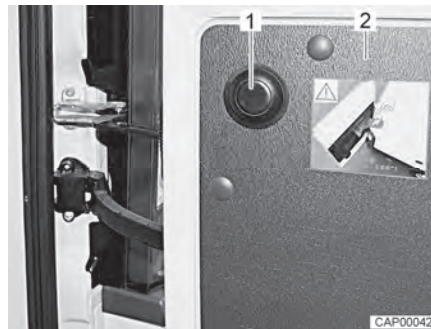

Fig. 17 Pulsador para desbloquear el límite
- Abrir la puerta trasera (Fig. 17,2) hasta el tope.
- Pulsar el pulsador (Fig. 17,1), sujetar la puerta trasera y continuar abriéndola con precaución.